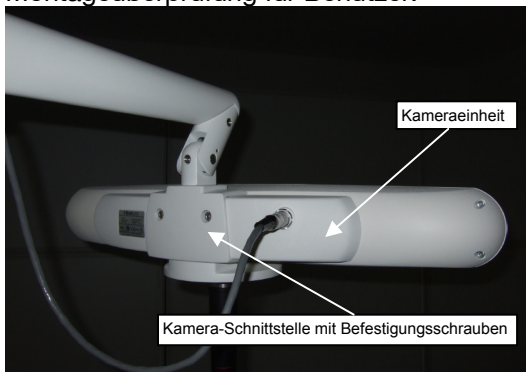

Abbildung 1
- Ziehen Sie die Kameraeinheit mit mäßiger Kraft in die horizontale und vertikale Richtung: zwischen Kameraeinheit und Kameraschnittstelle (siehe Abbildung 1) sollte es keinen Bewegungsspielraum geben.